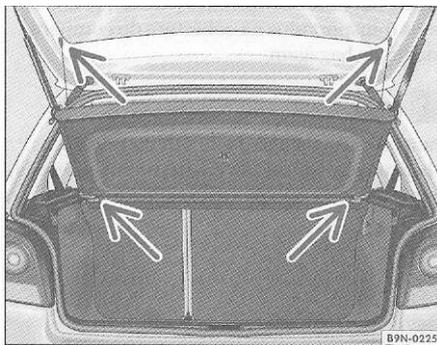

Fig. 78 Remoção e montagem da cobertura do compartimento de bagagem
- Desprenda os cordões do suporte => fig. 78 -setas superiores- da tampa do compartimento de bagagem.
- Remova a cobertura dos seus suportes laterais => fig. 78 -setas inferiores-, puxando-a para traseira do veículo.
=> Página 95, fig. 78 -setas inferiores-.
=> Página 95, fig. 78 -setas superiores- na tampa do compartimento de bagagem.